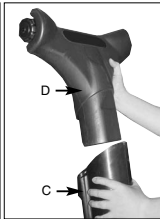

Fig. 1B
- Sæt sugehovedet (D) ind i sugerøret (C) (fig. 1B).